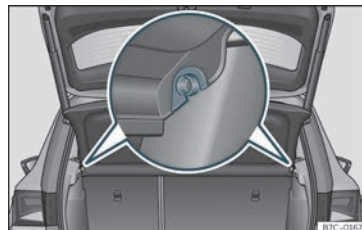

Fig. 105 Na bagageira: desmontar e montar a bandeja.
- Desencaixe a chapeleira dos suportes laterais >>> **Fig. 105** puxando-a para cima e retire-a.
- Introduza a chapeleira horizontalmente fazendo coincidir a «fechadura» sobre o eixo dos suportes >>> **Fig. 105**, e pressione para baixo até que encaixe.